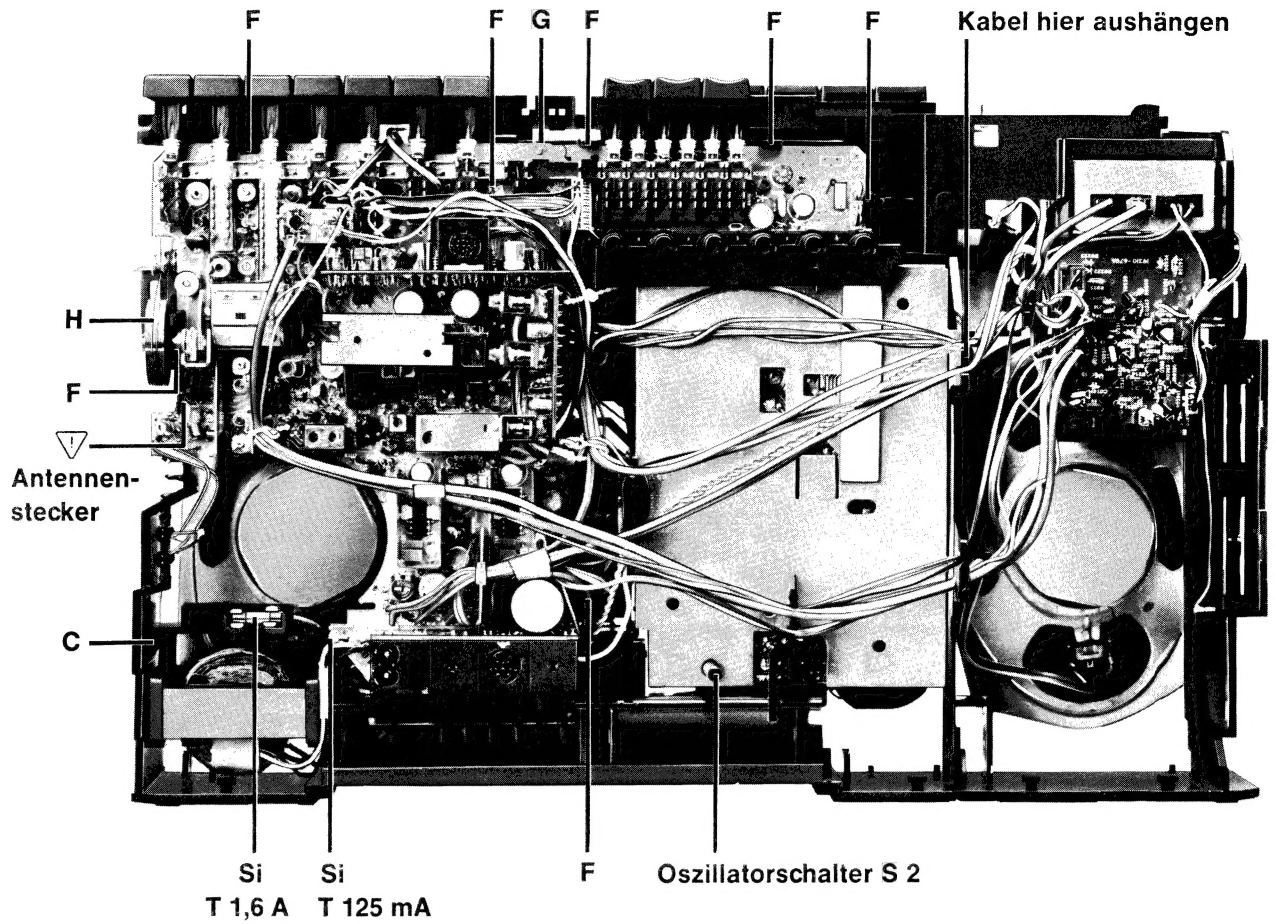

Bild 2
### 2.6 Ausbau des Trafos [Bild 2]
- Kabelverbindungen aus den Kabelhalterungen aushängen [Bild 2].
- Ferritantenne **G** ablöten [Bild 2, 4].
- Mitnehmerscheibe **H** am Drehkondensator abziehen [Bild 2], Mitnehmerscheibe auf Plastikzapfen am Gehäuse stecken [Bild 5].
- 7 Schnapphaken **F** lösen [Bild 2].